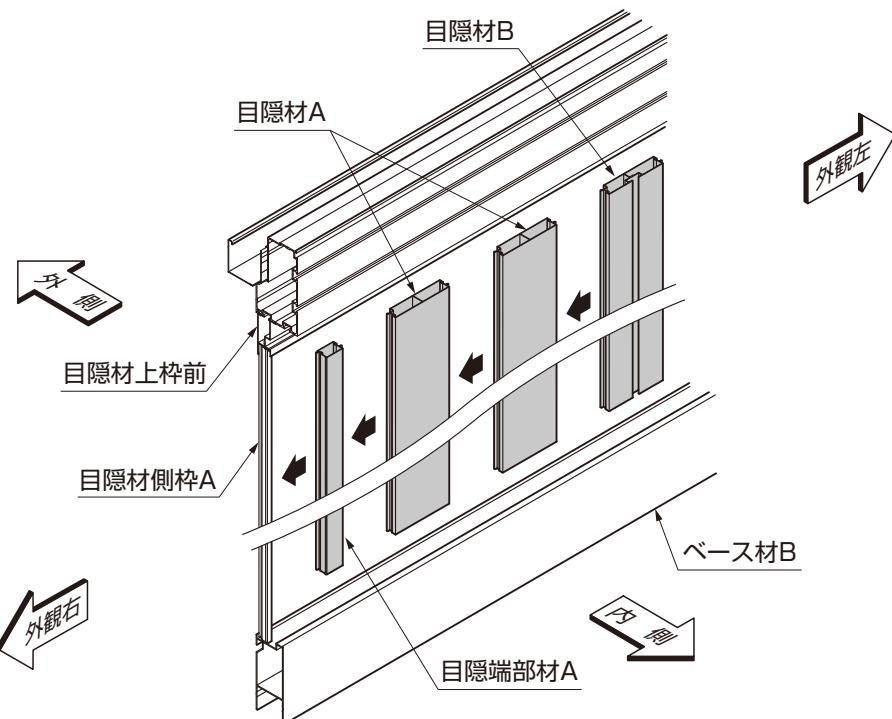

図5-1 目隠材の取付け
①目隠端部材Aを、目隠材側枠Aにはめてください。(図5-1参照)
②目隠端部材Aに、目隠材Aをはめてください。(図5-1参照)
③各サイズごと、目隠材A・目隠材Bをはめてください。